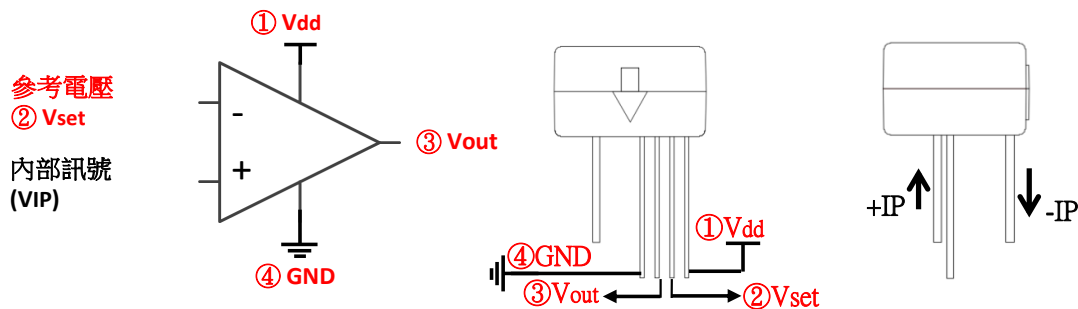

Fig. 2
3. 設定過電流值:  $V_{set}$  與  $V_{out}$  開路, 如圖 Fig. 2, 於  $V_{set}$  接腳輸入上述量測電壓值。 $V_{IP}$  為內部 Hall 感測訊號, 會根據 IP 電流呈線性變化。
**2.1 設定參考電壓  $V_{set}$  :**  $V_{set}$  與  $V_{out}$  開路，如圖 Fig. 2，在  $V_{set}$  接腳輸入電壓範圍  $0 \sim V_{dd}$ 。